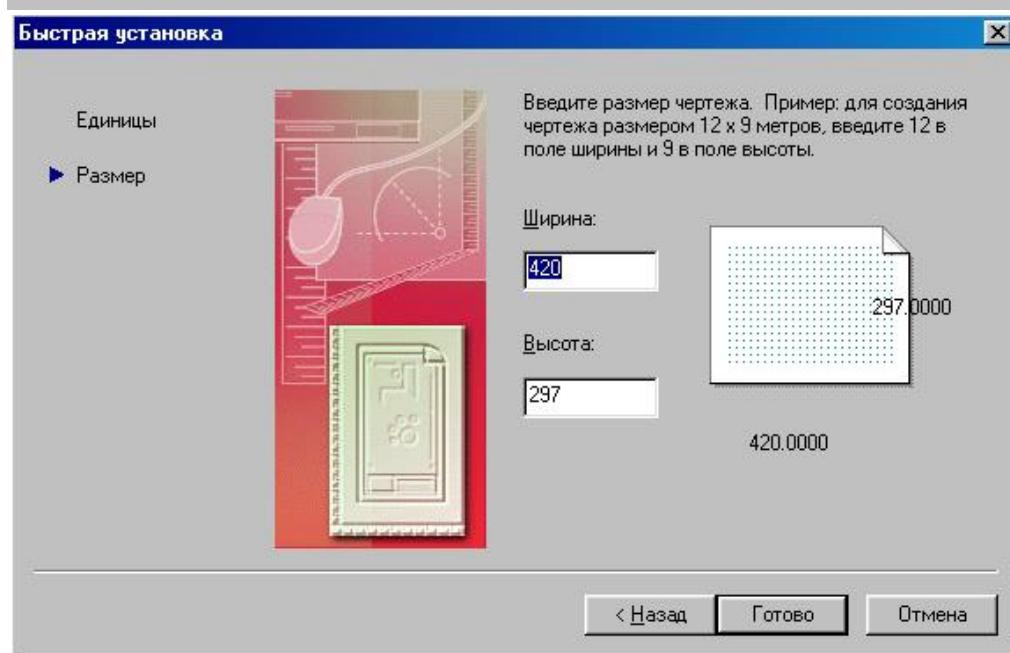

Рис. 3
Если есть необходимость использовать один или несколько режимов объектной привязки более одного раза, то можно установить эти режимы в качестве текущих. Можно задать один или несколько текущих режимов объектной привязки на вкладке «Объектная привязка» в диалоговом окне «Режимы рисования», доступ к которому можно получить из меню «Сервис» или выбором пункта «Настройка» контекстного меню «ПРИВЯЗКА» статусной строки, рисунок 3.
Установите **десятичные** единицы измерения (**Decimal**) и нажмите кнопку **Далее** (Next). Введите **ширину** (**Width**) 40, а **высоту** (**длину - Length**) 30 и нажмите кнопку **Готово** (**Finish**) (рис. 3).
**привязка**» в диалоговом окне «Режимы рисования», доступ к которому можно получить из меню «Сервис» или выбором пункта «Настройка» контекстного меню «ПРИВЯЗКА» статусной строки, рисунок 3.